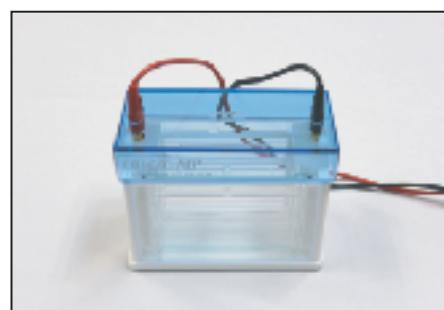

図 8
1. サンプルアプライ後、セルベースにセルカバーをセットします。この時、セルベース側のリムーブガイドの色と、セルカバーのケーブルの色が合うようにセットして下さい。（図8）セルカバーは一方向にしかセットできない構造になっています。